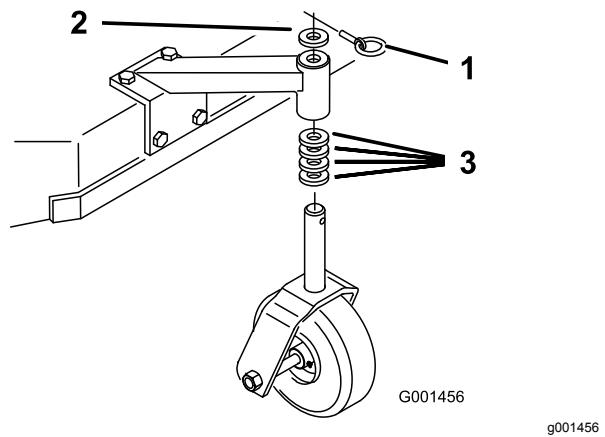

Figura 17
- Usando la Tabla de alturas de corte \(página 22\), ajuste los espaciadores de las ruedas giratorias según el taladro de eje seleccionado (Figura 17).
- Retire el pasador, retire la rueda giratoria del soporte y cambie los espaciadores (Figura 17).
- Instale la rueda giratoria en el soporte e introduzca el pasador (Figura 17).